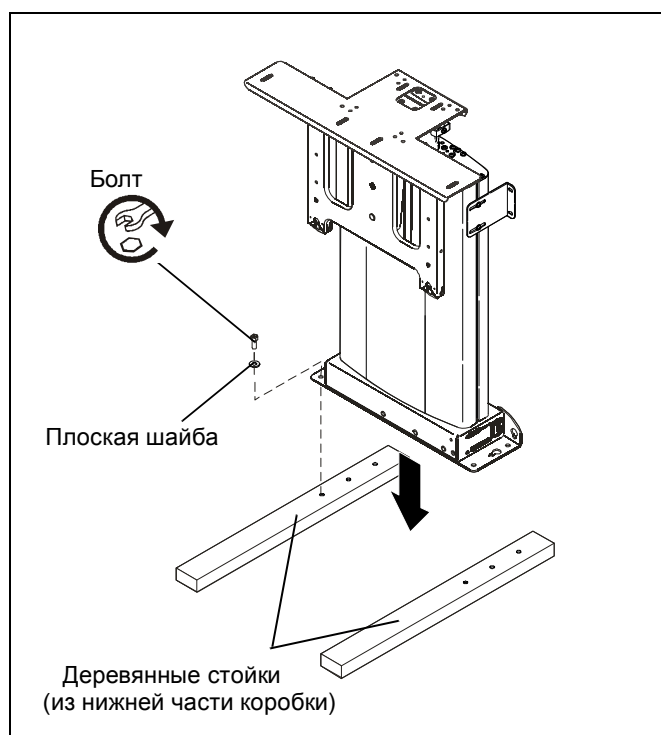

рис. 1
3. Положите две деревянные стойки на пол и выполните монтаж CM2C40 к стойкам с использованием четырех плоских шайб 5/16" и четырех болтов 5/16" x 2 1/2" (поставляются с оборудованием). (см. рис. 1)